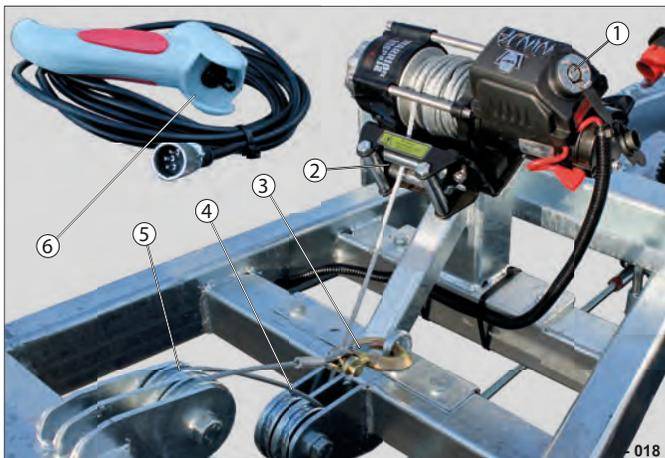
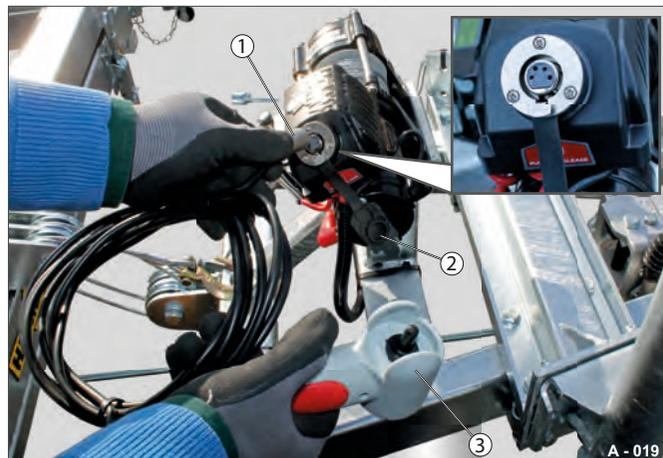

Fig. 9 Treuil en position de conduite
Fig. 10 Raccordement de la télécommande
- Retirez le capuchon de fermeture (Fig. 10 /2) de la prise (Fig. 9 /1).
- Branchez le connecteur (Fig. 10 /1).
- Tenez la télécommande manuelle (Fig. 10 /3) en main et enroulez la longueur de câble voulue.